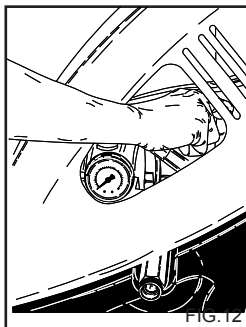

FIG.12
Ce chapitre concerne uniquement les modèles pourvus du dispositif "Régulateur de pression". Le dispositif régulateur de pression (fig. 12) permet de régler la pression de service. En faisant tourner le bouton C dans le sens contraire des aiguilles d'une montre (B) (minimum), on obtient une réduction de la pression de service.